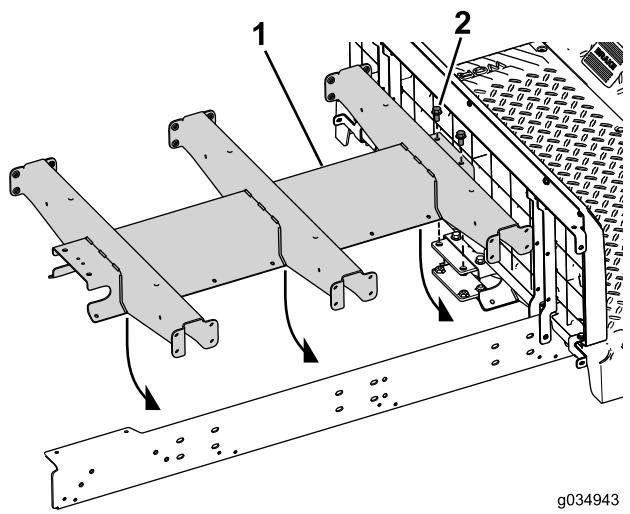

图73
4. 将 2 个螺栓  $3/8 \times 3-3/4$  英寸和垫圈穿过中央通道和后底座 图73。